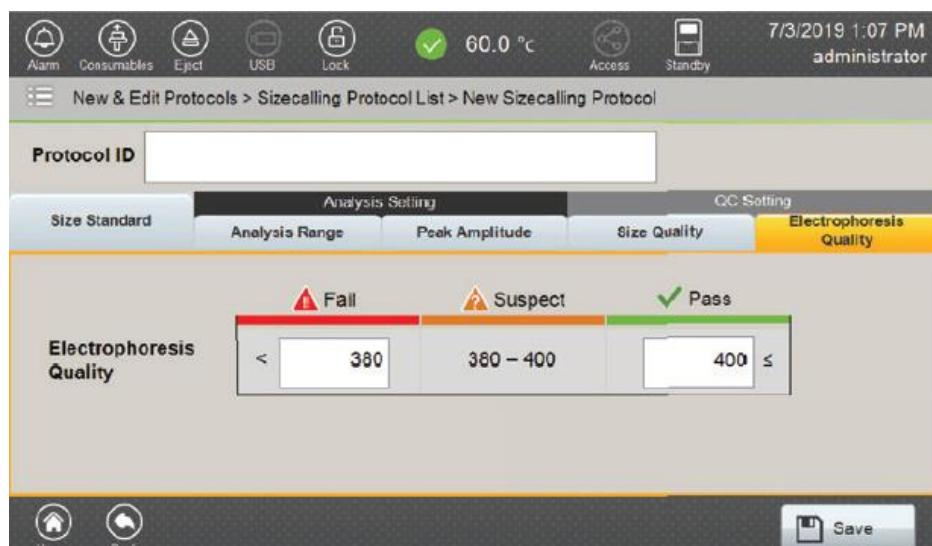

図 134 Electrophoresis Quality タブ
| Electrophoresis Quality  | <p>Data の pass や fail を決める EQ 値 (bp) を定義します。これらの値の間にに入る sizing data は Suspect としてフラグが立てられます。（許容できる data か再度ランする必要がある data なのか、Result タブで確認してください）</p> <p>EQ の定義に関するセクション 5.7 の Result タブをご参照ください。</p> <p>Note: 新しく sizecalling protocol を作成する場合、デフォルトの値が提供されますが、ユーザーによる変更が可能です。ソフトウェア上で入力可能な EQ 値の範囲は、1 から 1000 までになります。Fail の数値は Pass のために入力した数値（図 134）よりも常に低くなければなりません。</p>  |
10. Electrophoresis Quality タブを選択して、Pass する最小 EQ 値と fail する最大 EQ 値のデフォルト設定を表示させます。(図 134)